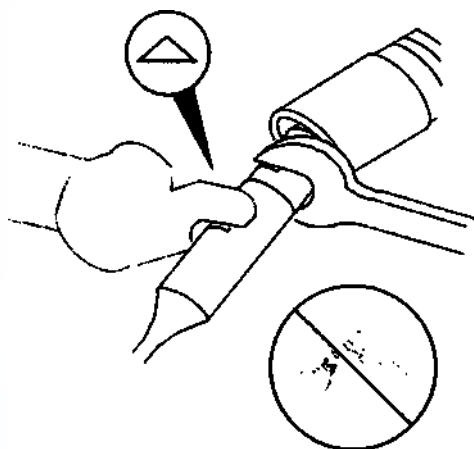

Рисунок 10 - Расположение гаечных ключей
2. Установить торцевой ключ на шарнир насадки рукоятки (рисунок 10).
3. Установить динамометрический ключ на ультразвуковую насадку, как показано. Сторона динамометрического ключа, маркированная символами, должна быть обращена к дистальному концу насадки (рисунок 10).
1. Установить торцевой ключ на шарнир насадки рукоятки (рисунок 10).
2. Установить динамометрический ключ на ультразвуковую насадку, как показано. Сторона динамометрического ключа, маркированная символами, должна быть обращена к дистальному концу насадки (рисунок 10).